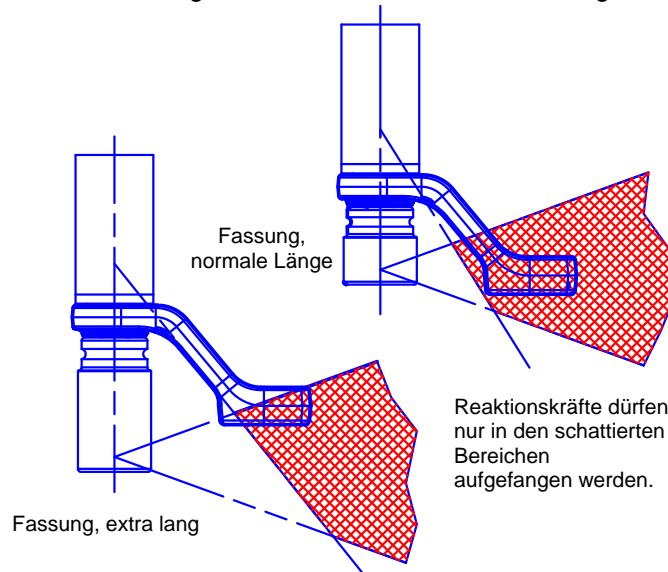

Abb. 2: Sicherer Bereich zur Aufnahme von Gegenkräften
- 5.3 Die Stütze muss kräftig gegen einen festen Körper oder eine feste Oberfläche in der Nähe des zu befestigenden Befestigungselements gedrückt werden. Der Kontaktbereich muss innerhalb des in Abb. 2 schattierten Bereichs liegen, wobei der Kontaktbereich möglichst groß sein muss.
ACHTUNG! ES MUSS UNBEDINGT DARAUF GEACHTET WERDEN, DASS DIE DREHMOMENTSTÜTZE NUR INNERHALB DER IN ABB. 2 GEZEIGTEN GRENZEN BETRIEBEN WIRD.
Bei Sonderanwendungen und bei Fällen, bei denen eine extra lange Fassung benötigt wird, kann die Standarddrehmomentstütze verlängert werden. Allerdings müssen die in Abb. 2 gezeigten Einschränkungen eingehalten werden. Es können auch alternative Drehmomentstützen bezogen werden (siehe Seite 5).
ACHTUNG! EIN NICHTBEACHTEN DER IN ABB. 2 GEZEIGTEN EINSCHRÄNKUNGEN BEIM VERWENDEN EINER ANDEREN DREHMOMENTSTÜTZE KANN ZU EINEM VORZEITIGEN VERSCHLEISS UND ZU BESCHÄDIGUNGEN FÜHREN.